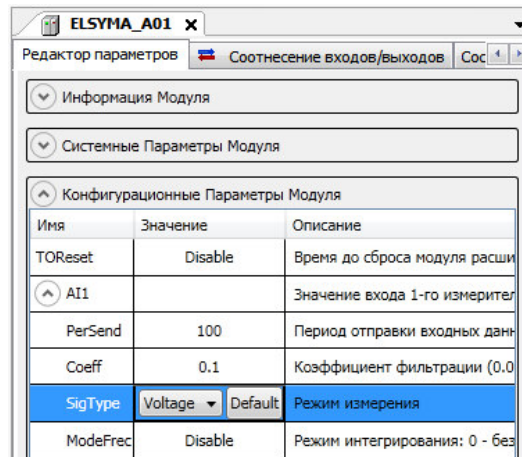

Рисунок 5.11 – Редактор параметров *ELSYMA\_A01*. Конфигурационный параметр *SigType*
11. В дереве устройств найти узел **ELSYMA\_A01** и открыть, дважды нажав левую кнопку «мышь». В закладке **Редактор параметров** во вкладке **Конфигурационные параметры модуля** установить значение режима измерения *SigType* для канала *AI1 – Voltage* (рисунок 5.11).